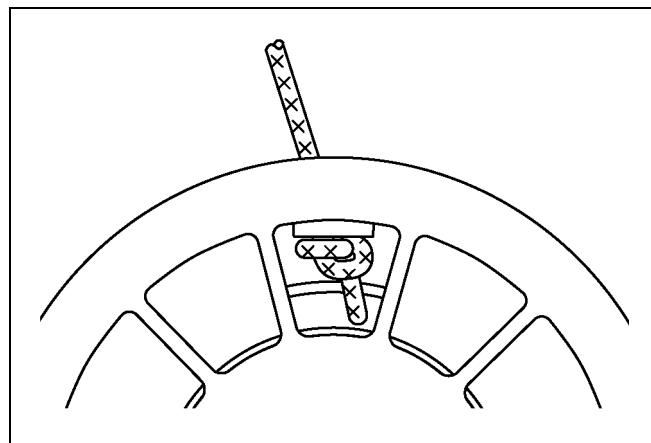

Рис. 13-9
- 3 Установите трос на барабан, следя за тем, чтобы конец троса не высовывался. (Рис. 13-9)